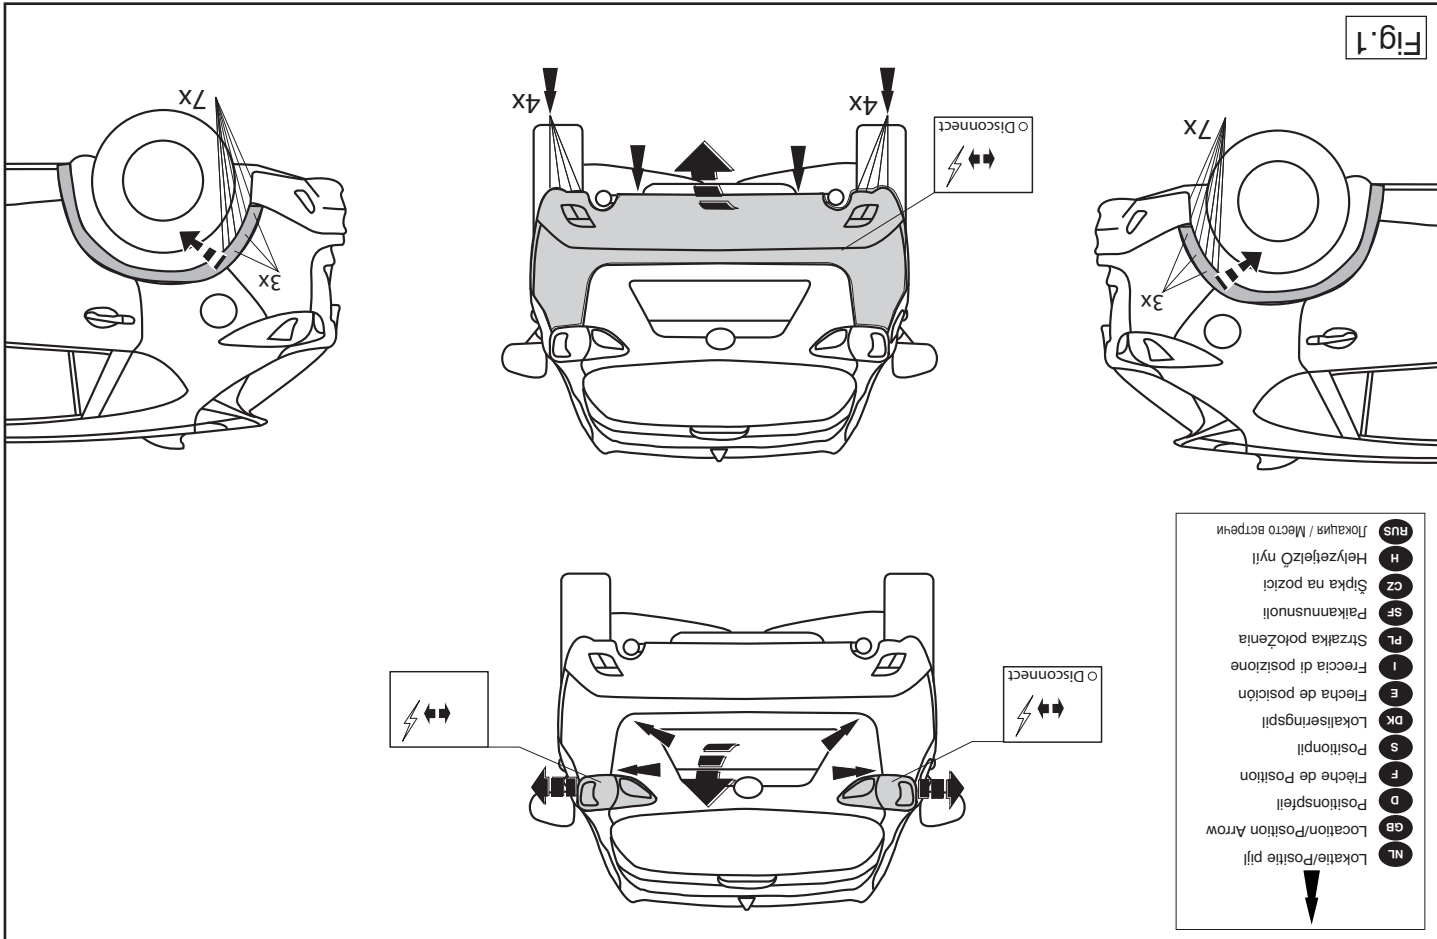

Fig. 1
1. Dismantle the rear-lights and the bumper. See figure 1
1. Rücklichter und Stoßstange abmontieren. Siehe Abbildung 1.
1. Déposer les feux arrière et le pare-chocs. Voir la figure 1.
1. Demonter baglysene og kofangeren. Se fig. 1.